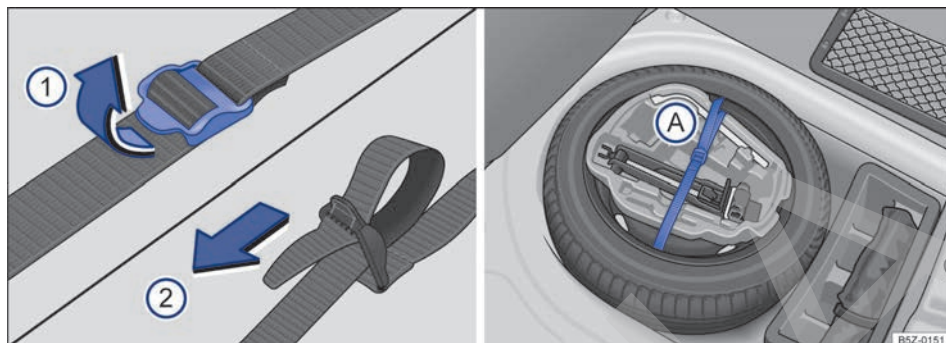

Fig. 157 En el maletero: cinta de fijación de la caja de herramientas y caja de herramientas de a bordo.
- Para soltar la cinta de fijación → fig. 157 (A), tirar de la hebilla en el sentido de la flecha (1).